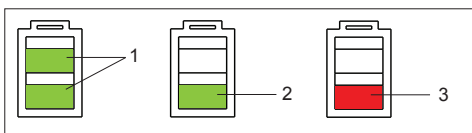

Fig. 10
- Ladezustand des Akkus an der LED-Anzeige (Fig. 10) überprüfen:
- Read off battery charge on LED indicator (Fig. 10):
- Lire l'état de charge de l'affichage DEL (Fig. 10):
- 1 = min. strap tension approx. 400/900 N* (88/200 lbs.) (PP)